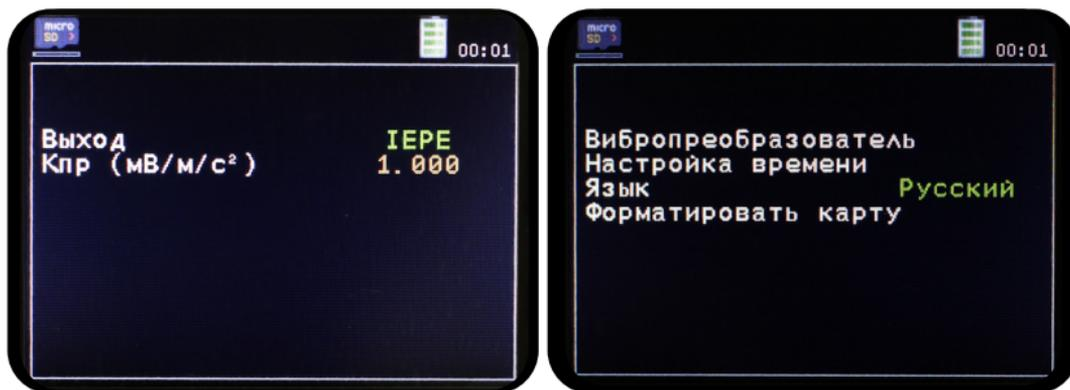

Рисунок 5. Меню «Настройки» виброметра
2.2.6 При дальнейшей работе с виброметром необходимо выбрать параметры вибропреобразователя, с которого предполагается сбор показаний в меню «Настройки» (Рисунок 5).